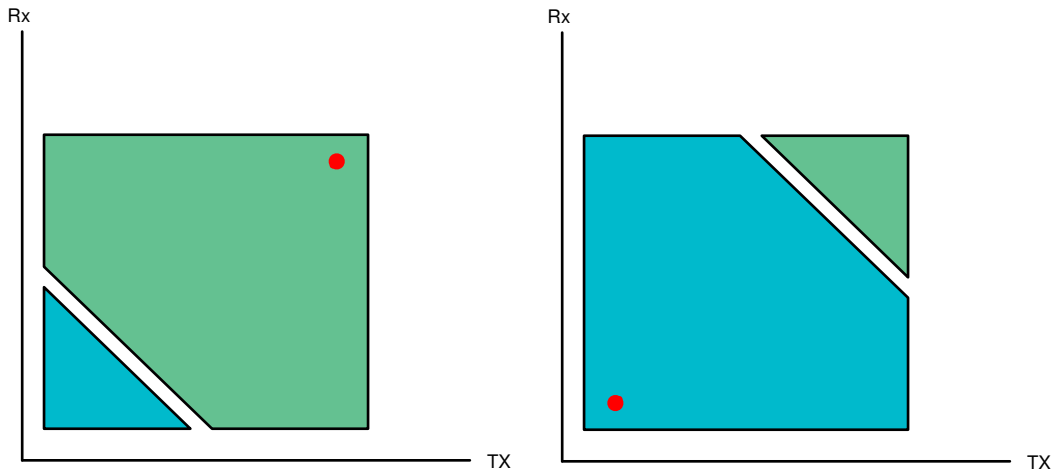

图 2-4. 存在两个通过区域时的 OTP 选择
为了测试 TX/RX/读取延迟组合是否通过，该调优算法将 PHY 配置为该设置，并从 OSPI 内存中读取已知模式。可以在相关 zip 文件中找到测试模式：。该调优算法沿着点 (1) 和点 (2) 之间的线进行搜索，测试两点之间的 TX/RX 组合，并识别线 (3) 所表示的边界位置。然后，该算法识别哪个 ref_clk 目标与最大的通过区域相关联，并将 TX/RX 延迟设置到相应的角落，从而为 TX/RX 最小值和最大值留出一定的余量，以便进行移位。图 2-4 示出了两种情况下 OTP 的位置 (基于哪个通过区域更大)。